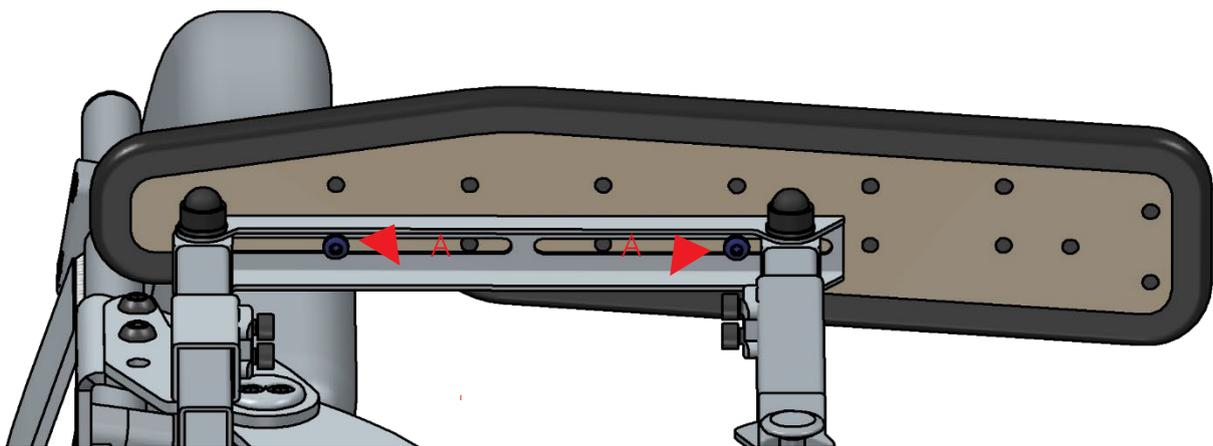

Figure 6
1. Desserrez les deux boulons (fig. 6 – pos. A) qui fixent l'accoudoir.
3. Serrez les deux boulons (fig. 6 – pos. A) qui fixent l'accoudoir.